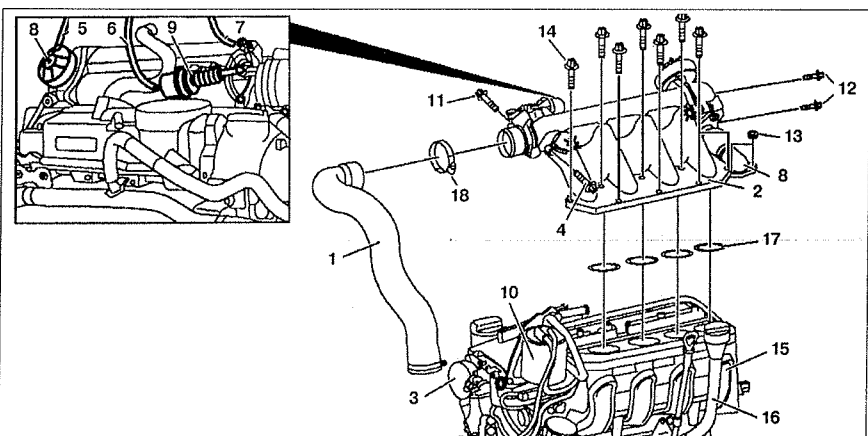

Рис. 5.7. Смешивающая камера с клапаном рециркуляции отработавших газов:
3. Снимите хомут 18 крепления трубки подачи сжатого воздуха 1 к смешивающей камере 2 и отсоедините трубку 1 (см.рис.5.7).